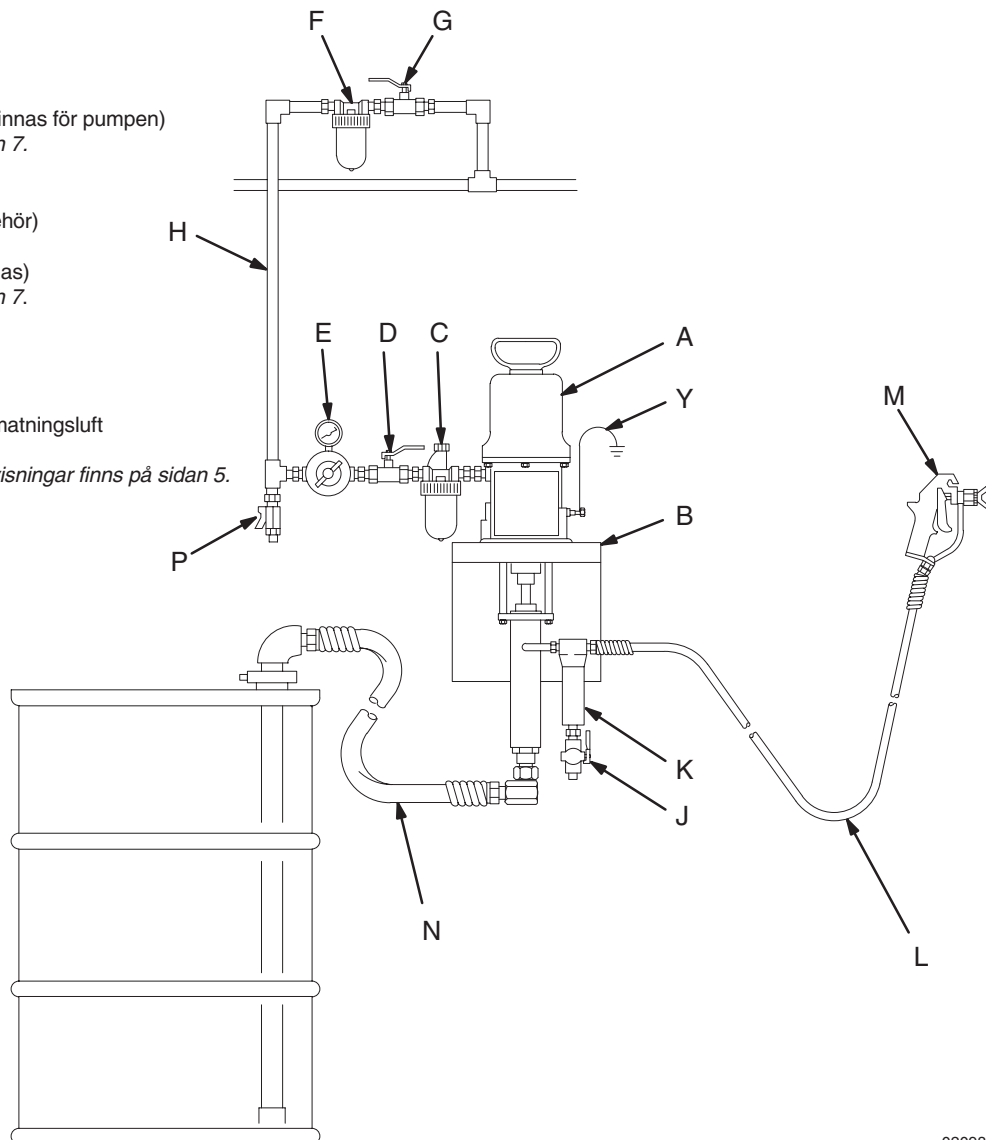

Fig. 2
- Fig. 2 är enbart en vägledning vid val och installation av systemkomponenter och tillbehör. Kontakta din Gracoleverantör så får du hjälp med konstruktion av ett system som är anpassat till dina specifika behov.
Montera följande tillbehör på plats enligt Fig. 2, med användning av adaptrar där så krävs:
Avgör vätskan. Pistolen i Fig. 2 är en luftfri pistol.
1. Se till att tryckluftregulatorn (E) och den avluftande huvudluftkranen (D) är stängda. Se Fig. 2 på sidan 6.
2. Anslut en sugslang (N) på pumpens vätskeutlopp eller sänk ner pumpen i vätsketanken.
3. Håll en metalldel på pistolen (M) stadigt mot kanten av ett jordat metallkärl och tryck in avtryckaren.
4. Öppna pumpens avluftande huvudkran (D).
5. Öppna luftregulatorn (E) sakta tills pumpen startar, (cirka 2,8 bar [0,28 MPa]).